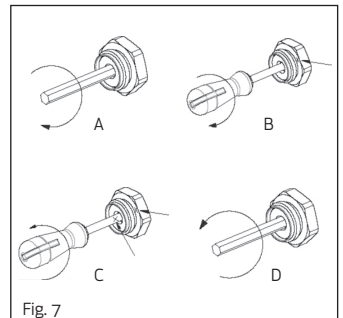

Fig. 7
3. Chiudere il vitone di regolazione usando una chiave a brugola da 5 mm (Fig. 7-A);
4. Riavvitare il grano con intaglio fino in battuta. Poi contrassegnare con una "x" il punto di riferimento per la regolazione (Fig. 7-B);
5. Allineare il cacciavite alla "x". Quindi aprire con un numero di rotazioni (Fig. 7-C) secondo il diagramma  $\Delta p$ -Q (grafico M2) relativo al by-pass secondario disponibile in appendice (ATTENZIONE il numero di giri si riferisce al numero di giri del grano micrometrico!);
6. Aprire il vitone fino in battuta (Fig. 7-D). Ora la prerregolazione è stata impostata e non cambierà in caso di aperture e chiusure ripetute con la chiave a brugola;